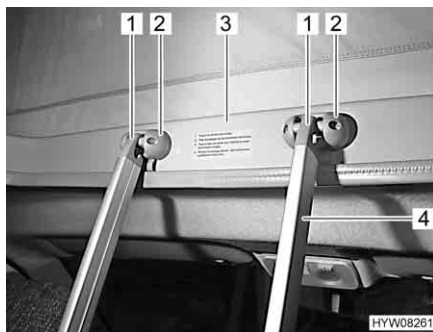

Fig. 29 Scaletta di accesso
Per accedere al letto sul tetto a soffietto utilizzare sempre la scaletta di accesso (Fig. 29,4) montata di serie.
- Agganciare la scaletta con i due archetti (Fig. 29,1) nelle graffe (Fig. 29,2) del telaio (Fig. 29,3) del tetto a soffietto.